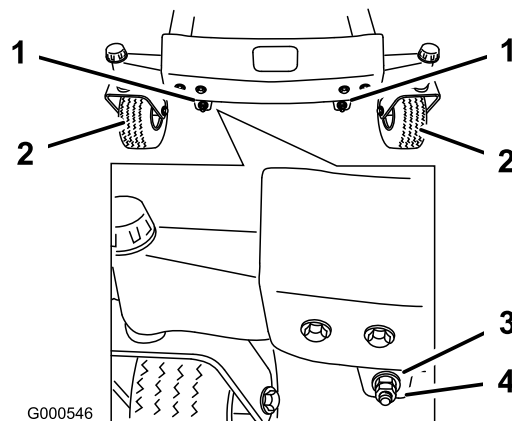

Figura 57
11. Per regolare l'inclinazione longitudinale della lama, togliete i dadi di bloccaggio e fate girare i dadi di regolazione sul frontale del tosaerba (Figura 57).
13. Dopo avere regolato in modo uniforme entrambi i dadi di regolazione, controllate nuovamente l'inclinazione longitudinale. Continuate la regolazione dei dadi finché la punta della lama anteriore non è più bassa di 1,6–7,9 mm rispetto a quella posteriore (Figura 57).
Nota: Dopo aver messo a punto i dadi di regolazione, verificate che le aste di supporto non siano allentate (Figura 58). All'occorrenza, serrate una delle aste per tenderle (Figura 57).